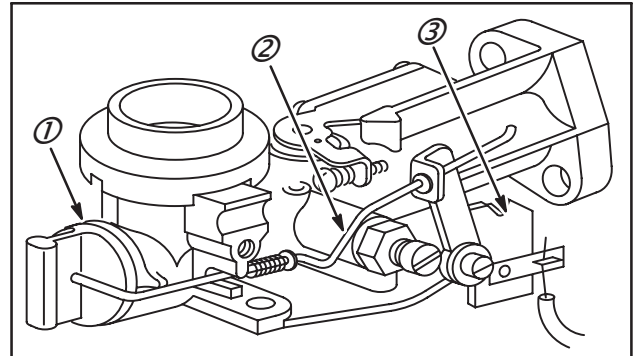

Fig. 91
5. Si le starter à tiroir ne ferme pas complètement (1), remplacer la biellette (2) ou l'ajuster par torsion à l'aide d'une pince, Fig. 91 (ne pas trop la tordre).
6. Le levier de réglage de régime doit assurer un bon contact d'arrêt (3) en position STOP.